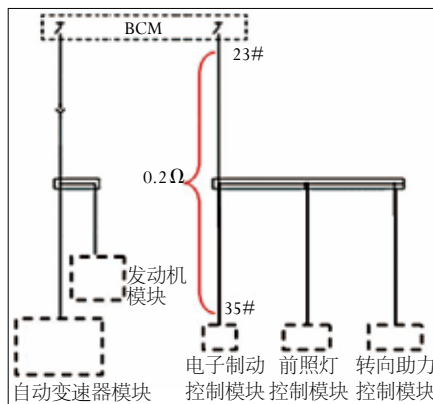

图1 通讯启用线路图
4. 测量BCM模块“X4”插头23#脚与ABS模块35#之间的电阻为0.2Ω, 正常, 此线路与电源和搭铁也未发现短路的现象。通过电路图分析得知(图1), 高速网络上的前照灯控制模块与转向助力控制模块也利用此电压信号唤醒, 且BCM此时无法与前照灯模块通讯, 进一步验证了此时BCM并没有提供唤醒信号。BCM损坏的几率并不大, 因为BCM为网络之间的网关, 而且高速网络上的ECM、TCM都已被唤醒。